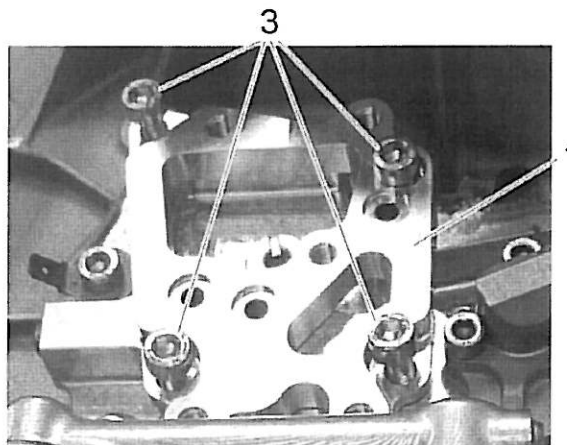

Bild 11
6. Die Adapterplatte (item1) auf die Basisplatte mit Hilfe der Schrauben (item 3) montieren, die im 4. Arbeitsschritt mit Loctite 243 versehen worden sind. Siehe Bild 11.